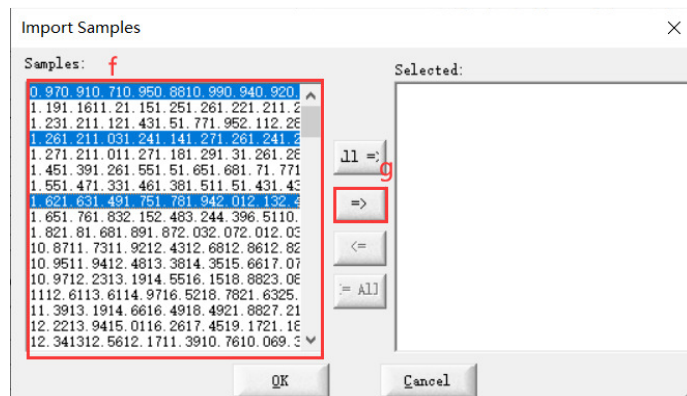

图 6-7 选择样本对话框
- e. 选择所需导入的文件，如 DAT 格式，点击“打开”，将显示“选择样本”对话框（如图 6-7）；
- g. 单击右箭头按钮（=>）将所需样本传输到选定列表（如图 6-7）。